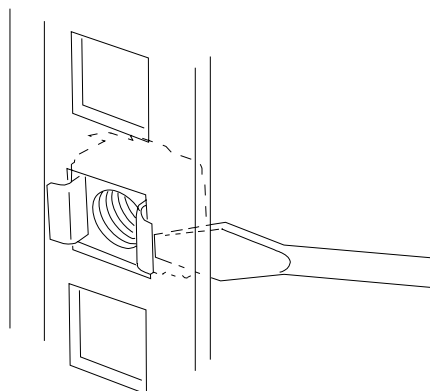

Figure 19: Insertion d'un écrou à cage
- Insérez deux écrous à cage (F) tel que représenté dans l'illustration : un dans l'orifice juste au-dessus du rail de support et l'autre huit orifices plus haut. Insérez les écrous à cage dans le rail de montage avant comme suit (*cf. "Figure 19: Insertion d'un écrou à cage"*) :